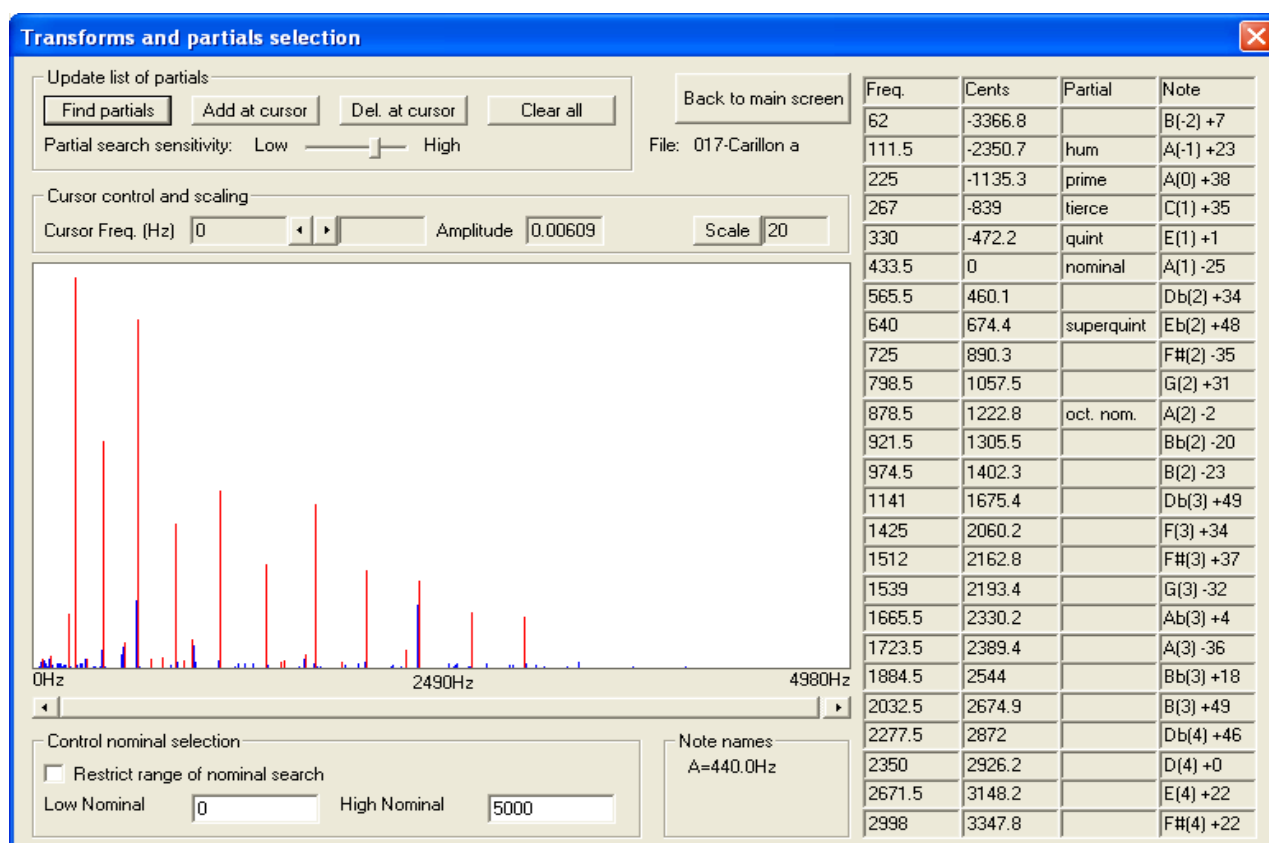

Fig. 4 : Percussion externe (marteau tinteur) - enregistrement au pied de la tour
- Percussion externe (par le marteau tinteur) et enregistrement au pied de la tour : voir résultats en Fig. 4.
- En écoute extérieure, au pied de la tour, on observe une diminution relative des amplitudes dans les hautes fréquences (étant donné que la distance filtre les tons aigus), mais également de certains partiels graves (comme le hum), résultats probables des multiples réflexions des ondes sonores à l'intérieur du beffroi, sur les abat-sons et les perturbations liées au lieu d'écoute (bruits urbains, ...) : voir Fig. 4.